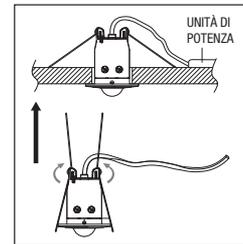

FIG. 3
6. Inserire nel foro del controsoffitto l'unità di potenza, adagiandola sul controsoffitto (fig.3).
7. Premere verso l'interno le due mollette quindi inserire il corpo del rilevatore nel foro del controsoffitto (fig.3).